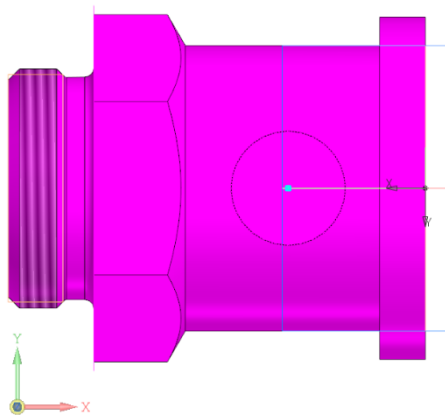

Рис. 18 Эскиз для создания резьбового отверстия G3/8
- **Инструменты эскиза – Геометрия – Точка.** Параметры команды Точка: геометрические ограничения – Объединить точку с началом координат (рис. 18).